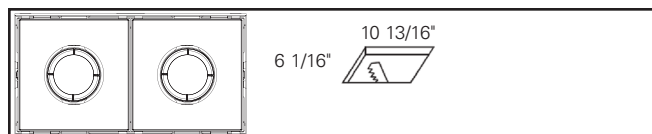

Figure 1.10.
- 2 lumières : 274,64 x 154 mm (10 13/16 x 6 1/16 po) (Figure 1.10)